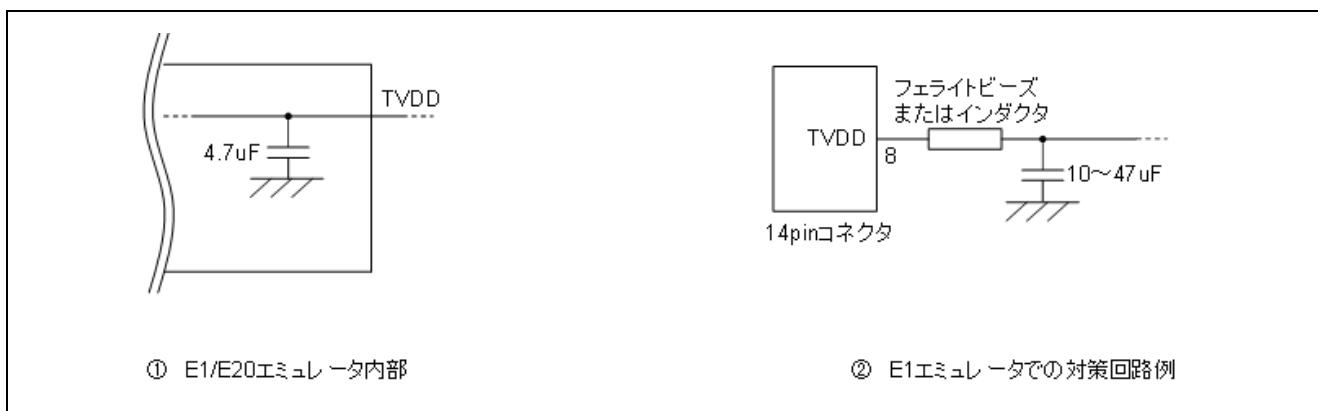

図 2-8 ホットプラグイン向け対策回路
ホットプラグイン接続を行う可能性がある場合には、下記のような回路構成にしておく必要があります。図 2-8 ①のように E1 エミュレータの 8 番ピンには、エミュレータ内部で $4.7\mu\text{F}$ のコンデンサが付いているため、ホットプラグイン接続を行う場合はユーザシステム上の電源電圧が一瞬低下する場合があります。この電圧降下により MCU リセットが発生する可能性があります。図 2-8 ②に示すように、エミュレータ接続コネクタの TVDD ラインの直近にフェライトビーズ(またはインダクタ)と低 ESR で大きめなコンデンサを付けることで症状を軽減することができますが、本対策は、電圧降下を完全に改善するものではありません。なお、ホットプラグイン接続はデバッグ時のみ有効な機能であり、本機能を使用する場合は、別売のホットプラグインアダプタが必要です。